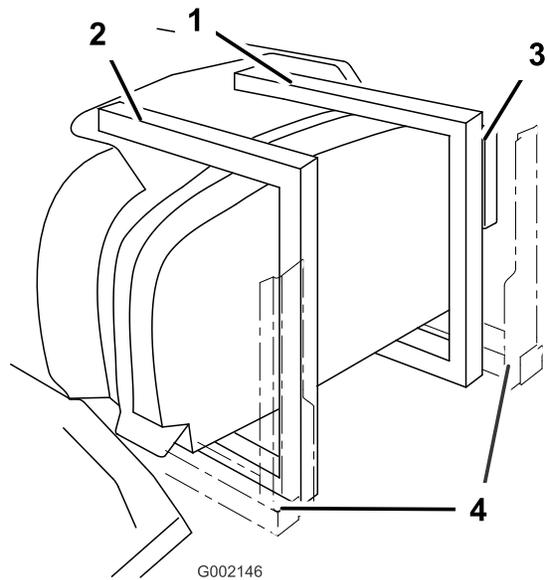

Bild 4
- Die Stützen sollten um das hintere Ende des Behälters verlaufen (Bild 4).